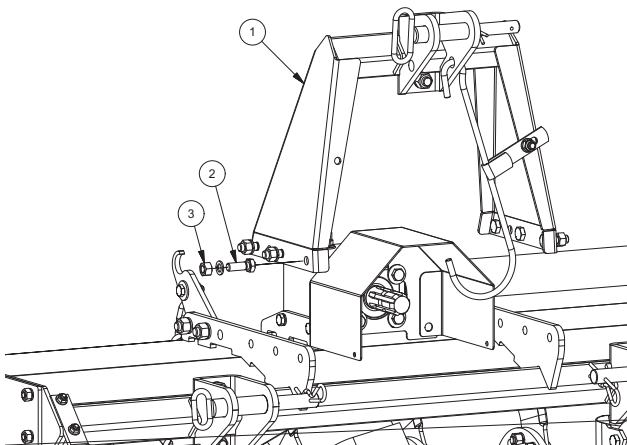

FIG. 6
- Montare il terzo punto (1, Fig. 6), inserirlo internamente tra i supporti sul telaio; avvitare le viti (2) ai dadi (3) alla coppia di serraggio prevista (vedi tabella “Coppie di serraggio dei bulloni (Nm)” a pagina 21).